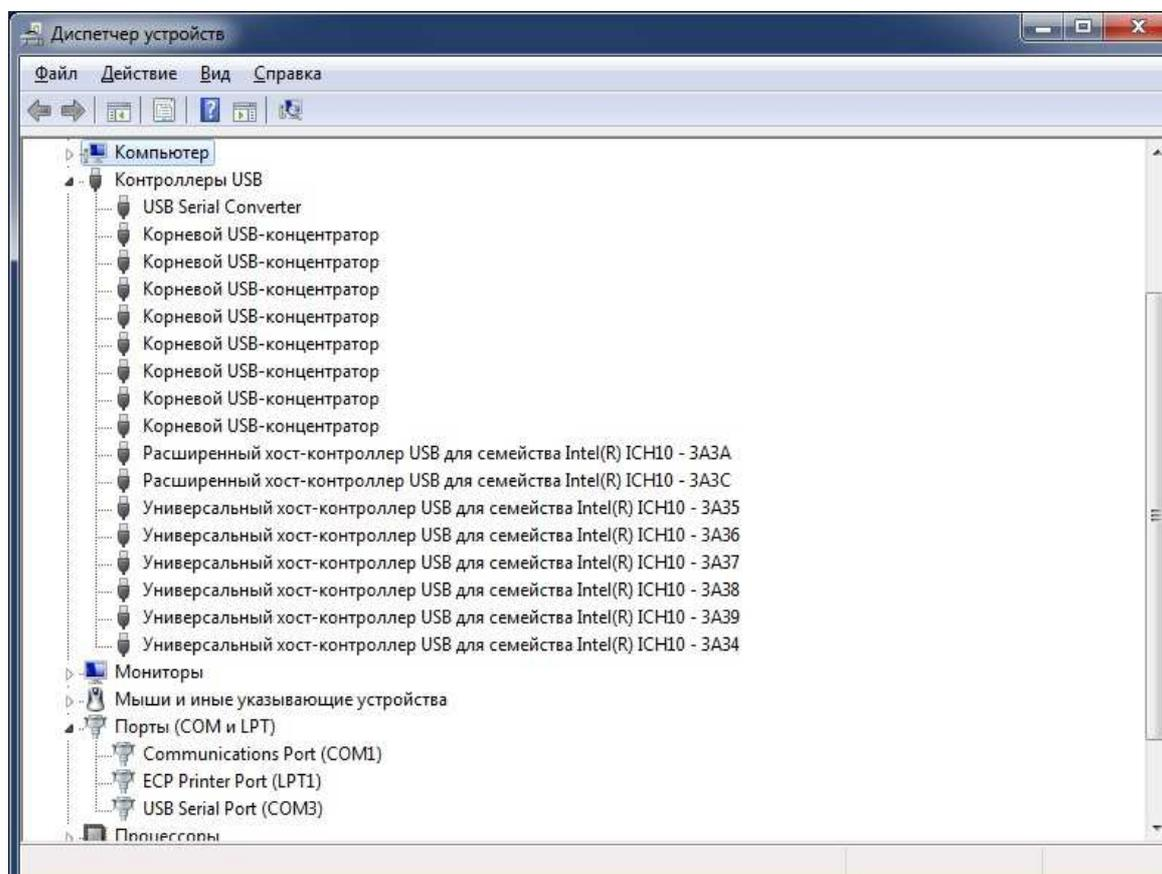

Рисунок 16
Выпадающее контекстное меню при щелчке правой кнопкой мыши на названии устройства различно для случаев наличия у пользователя персонального компьютера прав администратора (рисунок 16 а) или их отсутствия (рисунок 16 б).
Рисунок 16 а
Рисунок 16 б
2.2.4.2 При попытке обновить драйвера, используя пункт контекстного меню «Обновить драйверы...» (см. рисунок 16 а), появится сообщение «Наиболее подходящее программное обеспечение для данного устройства уже установлено» и установка будет прервана.
2.2.4.14 В соответствии с рекомендациями по установке первого драйвера произвести установку второго драйвера FTDIPORT.inf. Для этого необходимо обновить драйвер для устройства «USB Serial Port» (рисунок 16) на вкладке «Порты (COM и LPT)» в диспетчере задач по аналогии с 2.2.4.4 – 2.2.4.13. Но в 2.2.4.9 выбрать для установки драйвер FTDIPORT.inf в соответствии с рисунком 28.